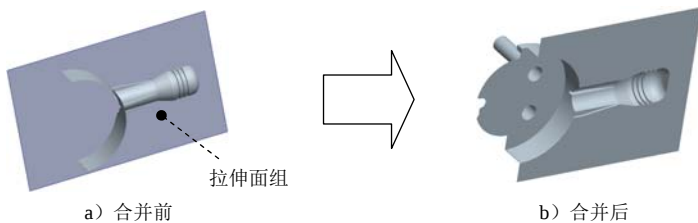

图 10.16 合并面组
Step6. 将复制面组与拉伸面组进行合并，如图 10.16 所示。
(1) 遮蔽参考件和坯料。选择 **视图** 功能选项卡 **可见性** 区域中的“模具显示”按钮 ，系统弹出“遮蔽-取消遮蔽”对话框，在该对话框中按下  按钮，单击对话框下方的“选择所有对象”按钮 ，此时  **HANDLE-BODY_MOLD_REF** 和  **WP** 被选中，再单击下方的  按钮，最后单击  按钮。